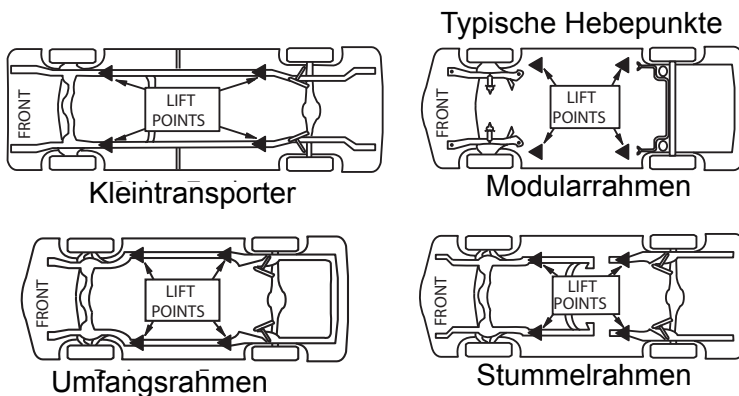

Fig. 2
3. Das Fahrzeug auf die Hebebühne fahren: Die Arme unter das Fahrzeug schwenken und die Adapter an den vom Hersteller empfohlenen Hebepunkten positionieren (Abb. 2). Bei Bedarf für Unterboden-Freiraum Zwischenadapter, hohe Adapter oder optionale Adapter verwenden.